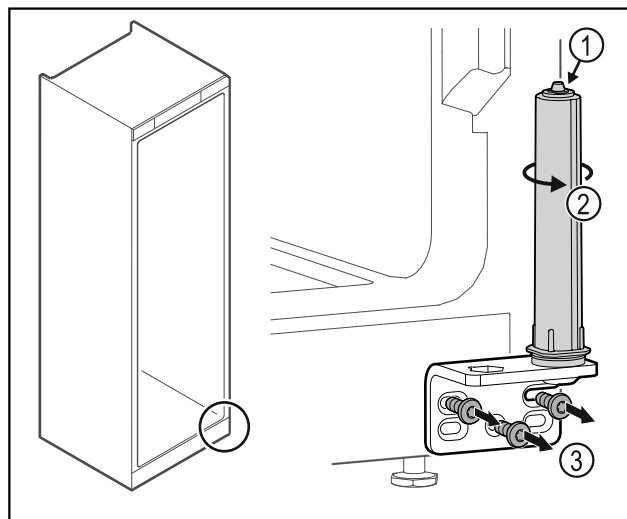

Fig. 51
- ▶ Du må ikke adskille dørlukkesystemet Fig. 51 (1).
- ▶ Drej lukkesystemet Fig. 51 (2), indtil det klikker.
- ▶ Skru hængselvinklen Fig. 51 (3) af.